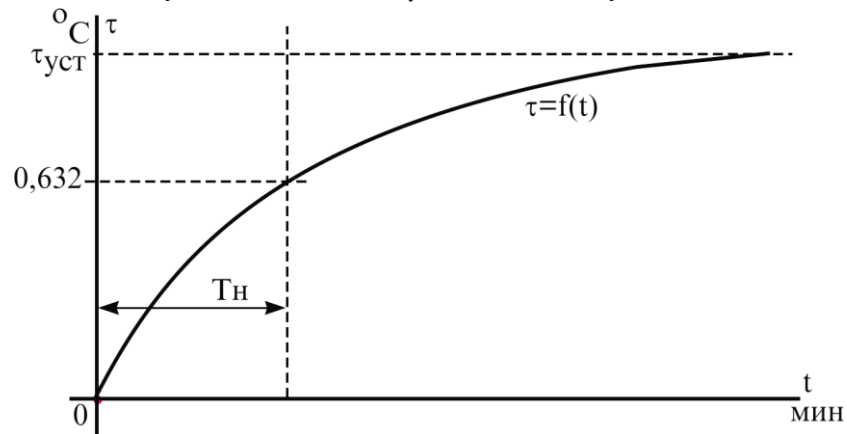

Рисунок 12.3. Кривую нагрева электродвигателя
2.4.2. Время, соответствующее $\tau = 0,632\tau_{уст}$, соответствует величина T_H (рис.12.3).